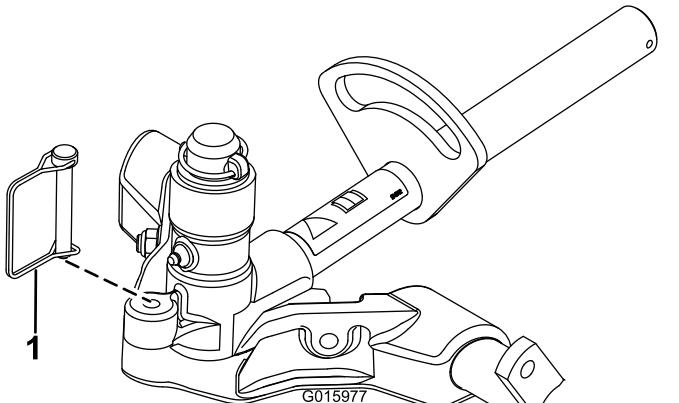

图 17
11. 要锁定固定滚刀组的转向用锁扣销 (图 17) 将轴轭固定到承载架上。